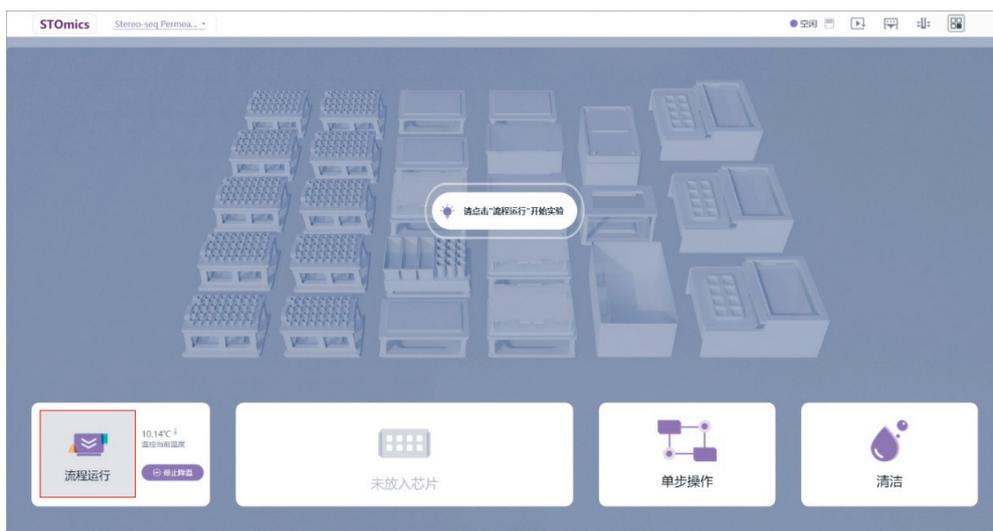

图 2-10 芯片容器放置示意图
(2) 芯片放置
(3) 程序信息录入
a. 流程运行：点击页面左下方的“流程运行”，将进入实验信息填写界面，如图 2-10 的红框所示；